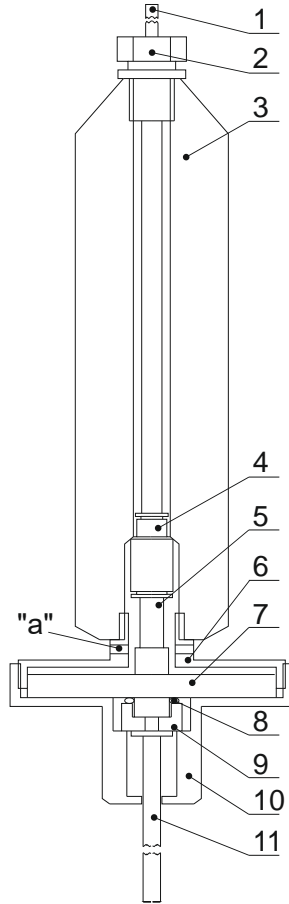

Рис. 4. Схема пробника
3.4.1. Для замены фильтра противопылевого (см. рис. 4):